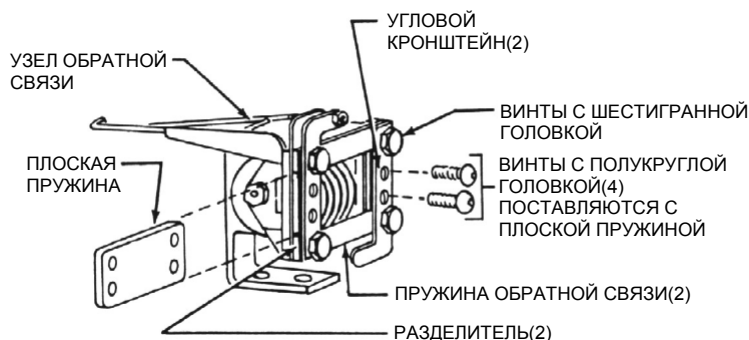

Рисунок 16
3. Ослабьте четыре винта с шестигранной головкой, но не выкручивайте их полностью (см. Рисунок 16).